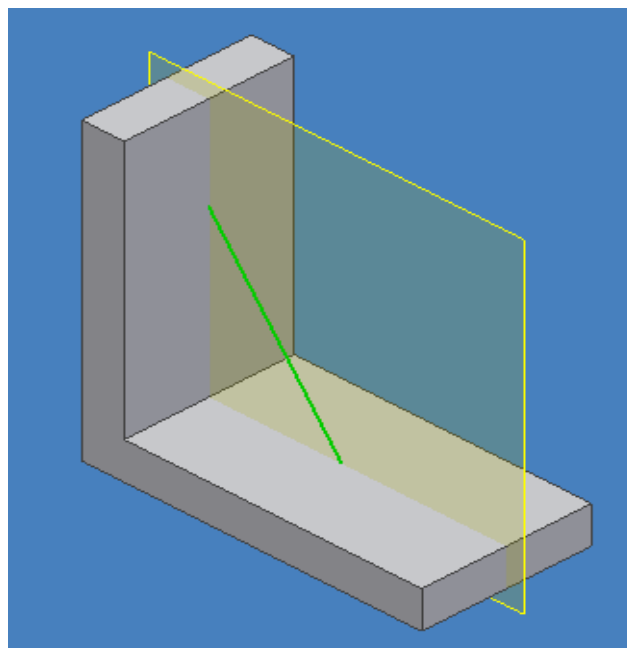

Figura 3.46 *OFFSET del plano de trabajo.*
- Seleccione su plano de trabajo creado tomando una de las líneas del mismo y arrástrelo hacia el centro del sólido de tal forma que quede en medio, observará en el cuadro de diálogo el OFFSET que surgirá un valor negativo, introduzca un valor, obtenga un resultado como se muestra en la figura 3.46.
- Trace ahora una línea inclinada sobre ese plano y finalice el boceto con la orden DONE y FINISH SKETCH de su menú auxiliar, de modo que obtenga un resultado como la figura 3.46.